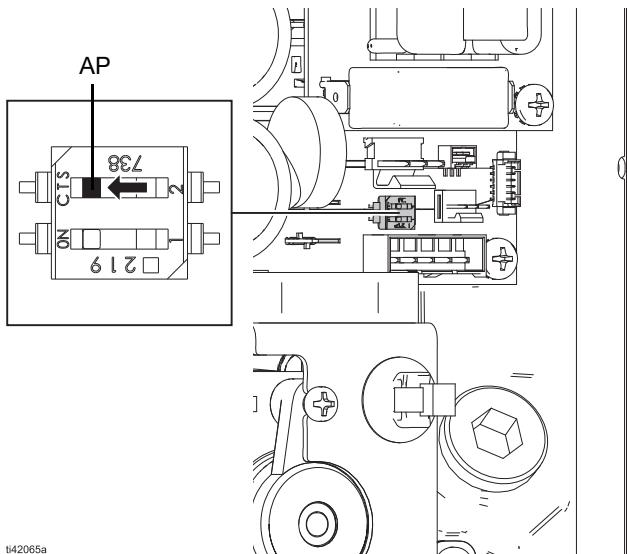

図 15: オートプライムを無効化
- オートプライムスイッチ (AP) を見つけます。モーターの取扱説明書の図 15 または**電気回路図**を参照してください。
- オートプライムスイッチ (AP) を左 (オフ) の位置にプッシュします。